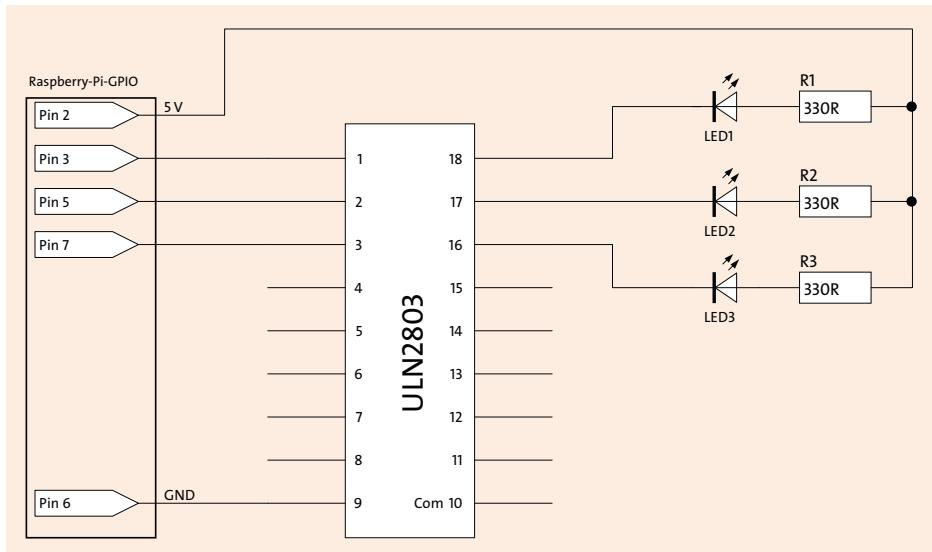

Abbildung 11.4 LED-Schaltung mit Darlington-Array
Sollten Sie Schaltungen entwerfen, die mehrere Transistoren benötigen, so bietet sich ein sogenanntes *Darlington-Array* an. Dabei handelt es sich um einen integrierten Schaltkreis (IC), bei dem mehrere Transistoren in einem Gehäuse verbaut sind. Ein Darlington-Array spart Platz, Zeit und Drähte. Die Verwendung ist ganz einfach (siehe Abbildung 11.4) und gleicht der einfachen Transistorschaltung. Im folgenden Beispiel nutzen wir das gängige Darlington-Array ULN2803. Das dazugehörige Datenblatt finden Sie unter folgendem Link: